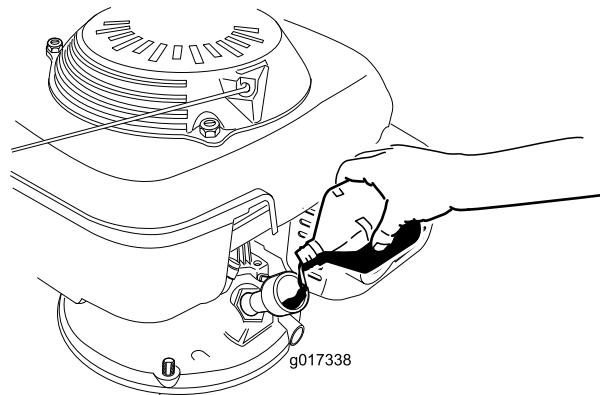

Figure 7
- 3. Versez lentement l'huile dans l'orifice de remplissage, patientez 3 minutes puis vérifiez le niveau d'huile sur la jauge en essuyant cette dernière sur un chiffon propre et en l'insérant dans l'orifice, mais sans visser le bouchon (Figure 7).